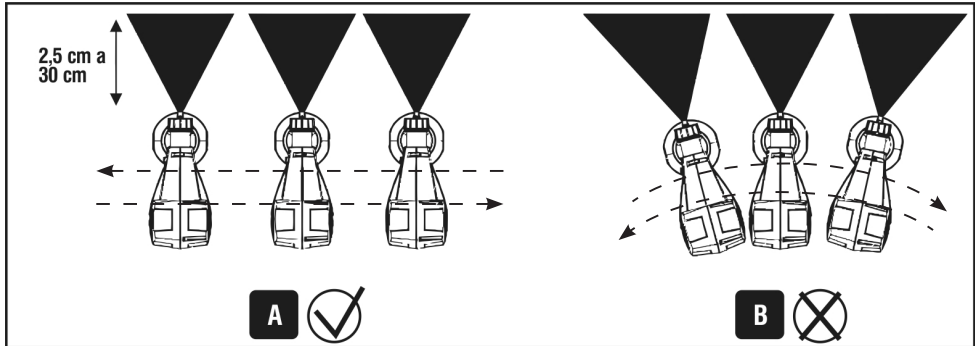

Fig. 6 - Distancia ideal para una buena pintura
- *Pulverice la superficie a una distancia de 2,5 cm a 30 cm del objeto a ser pintado de acuerdo a la Fig. 6;*